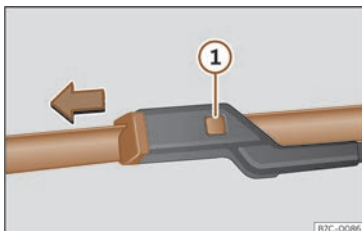

Fig. 199 Cambio das gomas do limpaparabrisas.
- Manteña premida a tecla de desbloqueo >>> **fig. 199** ① tirando levemente da goma no sentido da frecha.